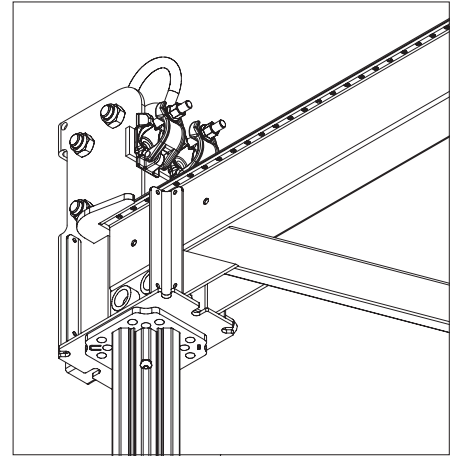

Fig. A7.03
Pour assurer la stabilité de la table SKYTABLE contre le renversement lors du montage des chariots, un étau MP supplémentaire (17) est requis. (Fig. A7.03 - 04)